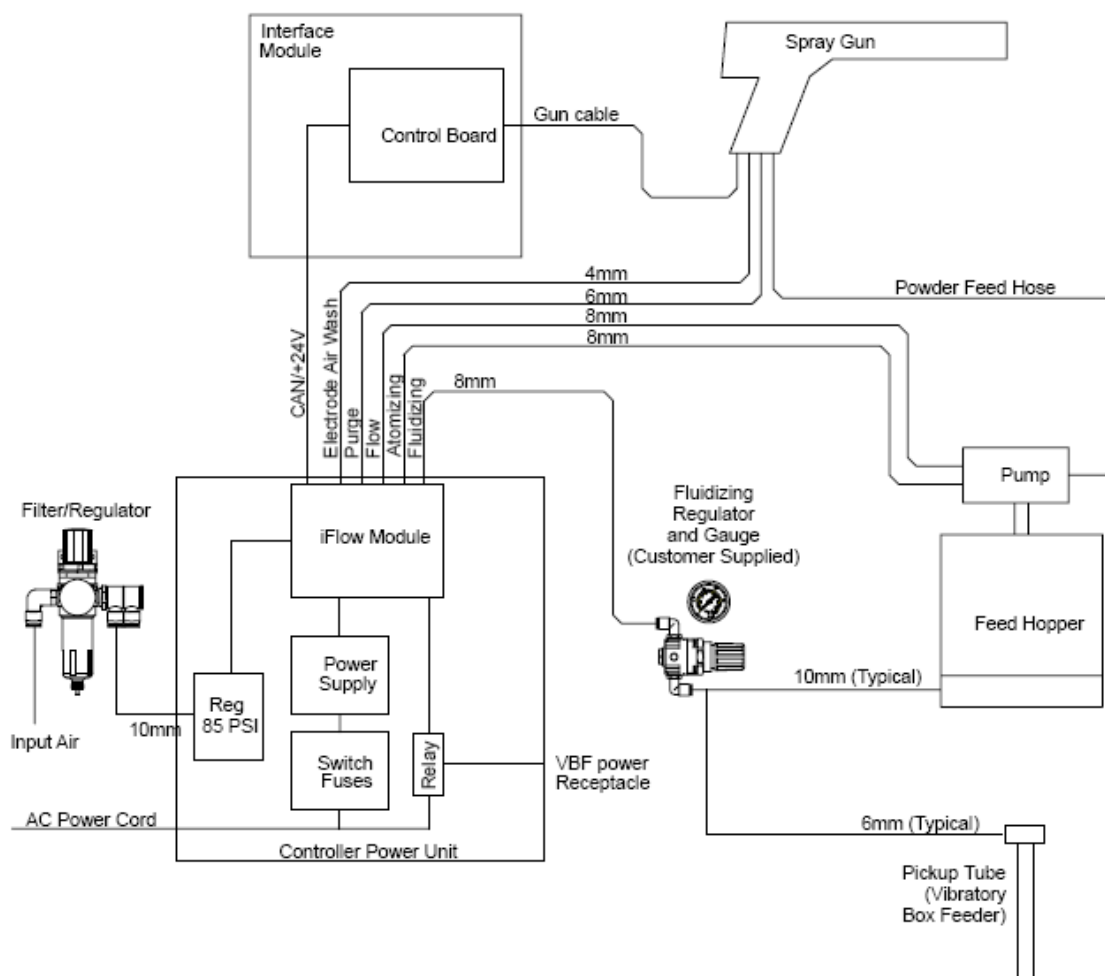
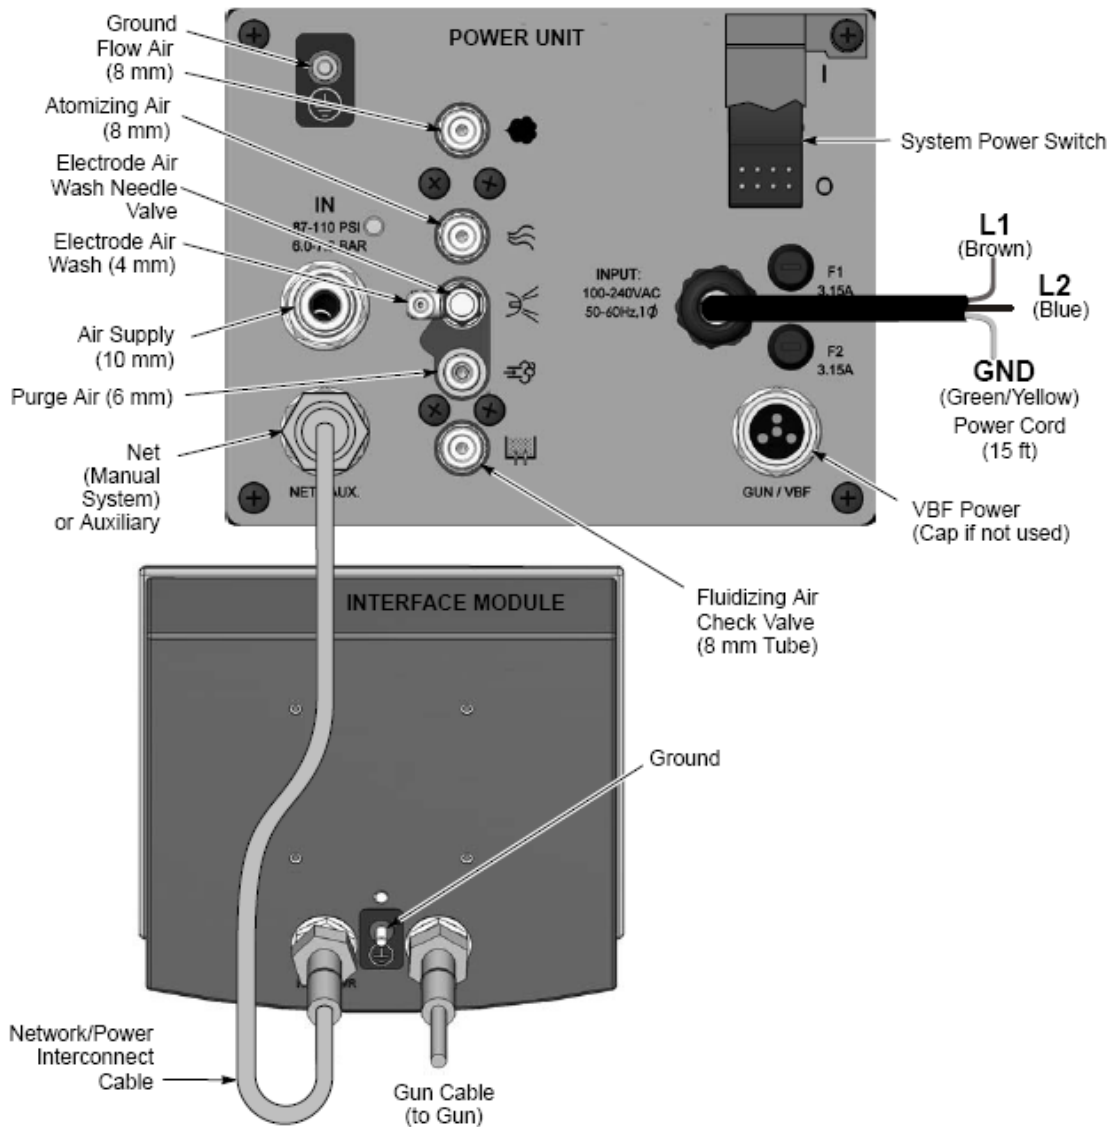

图 2-2 Encore Wall 或轨道安装式手动喷粉系统方框图
图 2-3 Encore 喷枪控制器连接
请按图 2-2 和图 2-3 所示，确定 Encore 系统的安装位置和安装方式。
如图 2-2 所示。
1. 如图 2-3 所示。将电缆连至界面模块插口。 电缆插头和插口采用键入式安装。